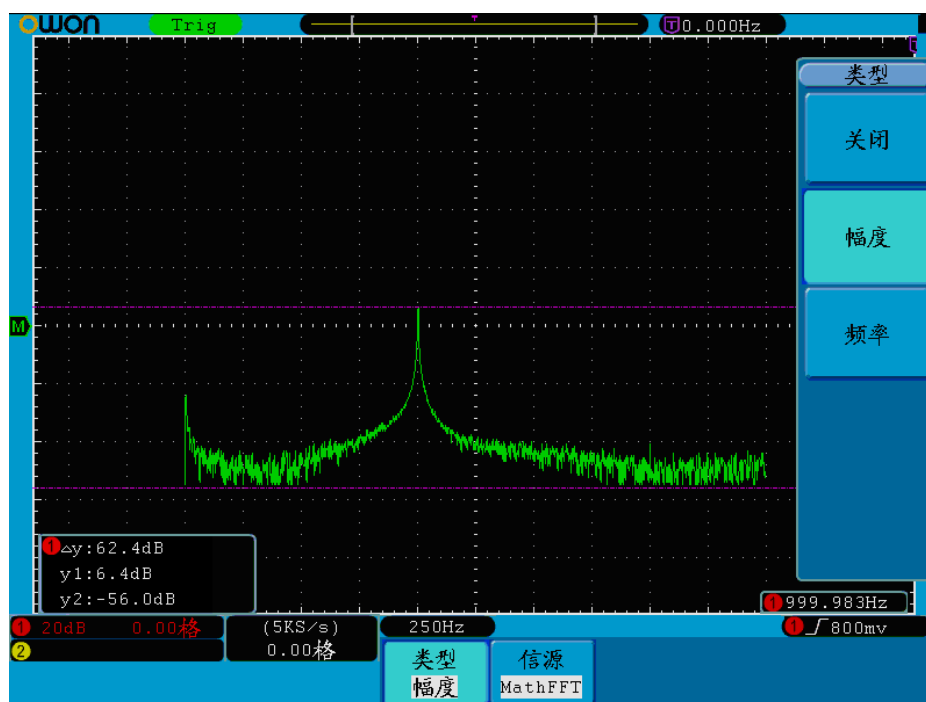

图5-54: FFT模式下幅度光标测量波形
3. 根据被测波形, 分别转动两个通道的 **垂直位置** 旋钮调整**光标1**、**光标2**的位置, 位于波形左下方的光标增量窗口显示光标1和光标2幅度差值的绝对值及两光标当前的位置。见图5-54: